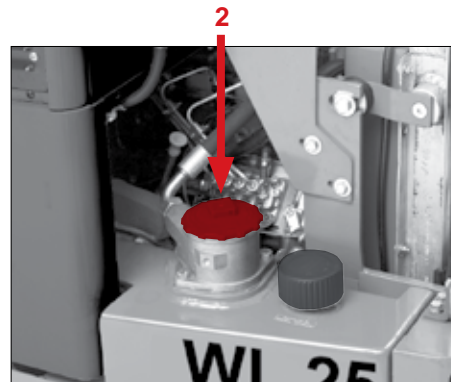

Fig. 90
Le système hydraulique est équipé d'un filtre de retour pos. 2 (Fig. 90) qui est relié à un témoin d'avertissement. Une vanne de dérivation protège le filtre de retour contre une éventuelle surpression.